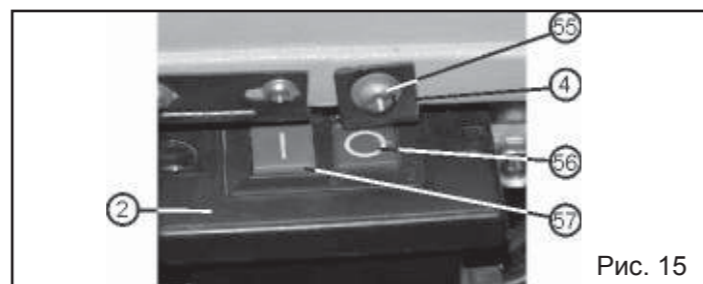

Рис. 15
10.2. Включение (Рис. 15)
10.2.2. Нажать зелёную кнопку (57) магнитного пускателя (2), скорость движения пильной ленты постепенно повысится до максимальной Рис.15.